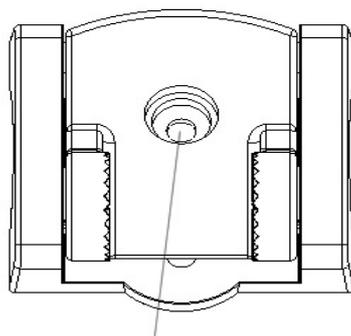

Рисунок 8
- b) Как только вы решите, что нашли идеальное место для постановки излучателя, отделите крепёжную раму от шаблона и отметьте в нём карандашом третье отверстие. (Рисунок 8).